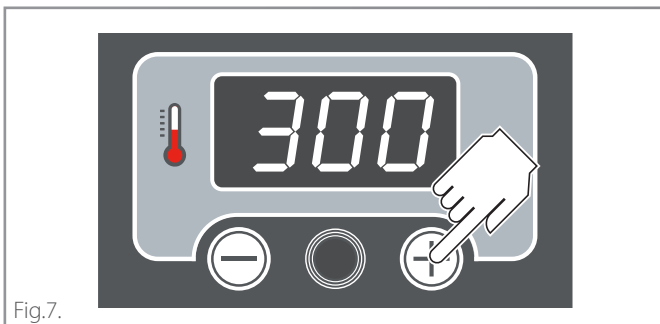
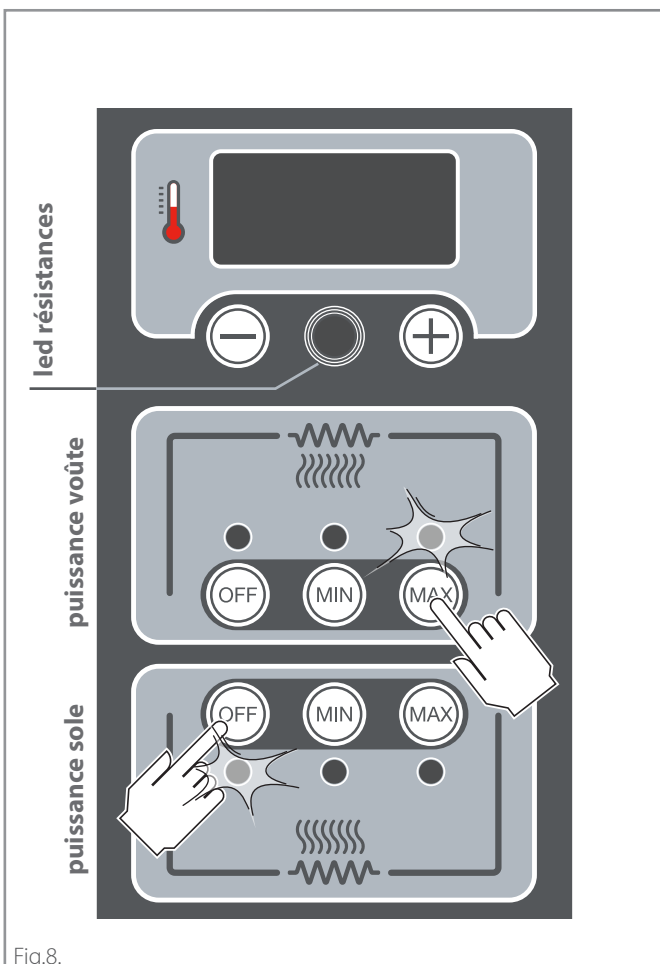

Fig.7.
Fig.8.
- programmez une cuisson avec les paramètres souhaités : (► **Fig.7.** - **Fig.8.**)
► **Fig.7.**
► **Fig.8.**